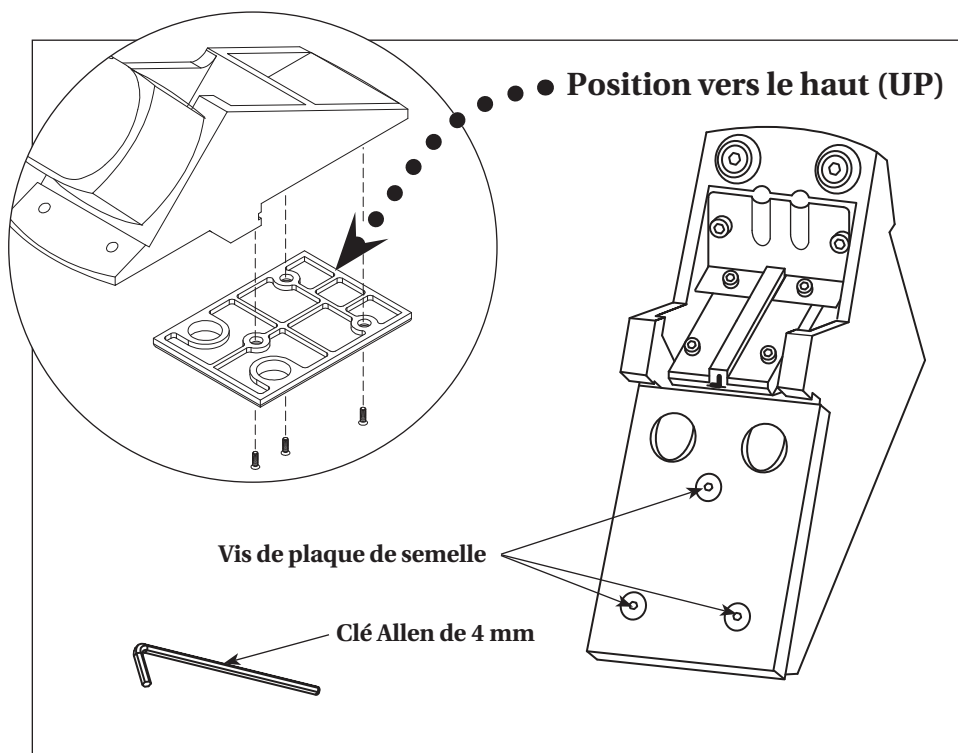

Figure 11 - Position vers le haut de la plaque de semelle
2. Utiliser la clé de 4 mm (fournie) et retirer les trois vis de la semelle (voir Figure 11).